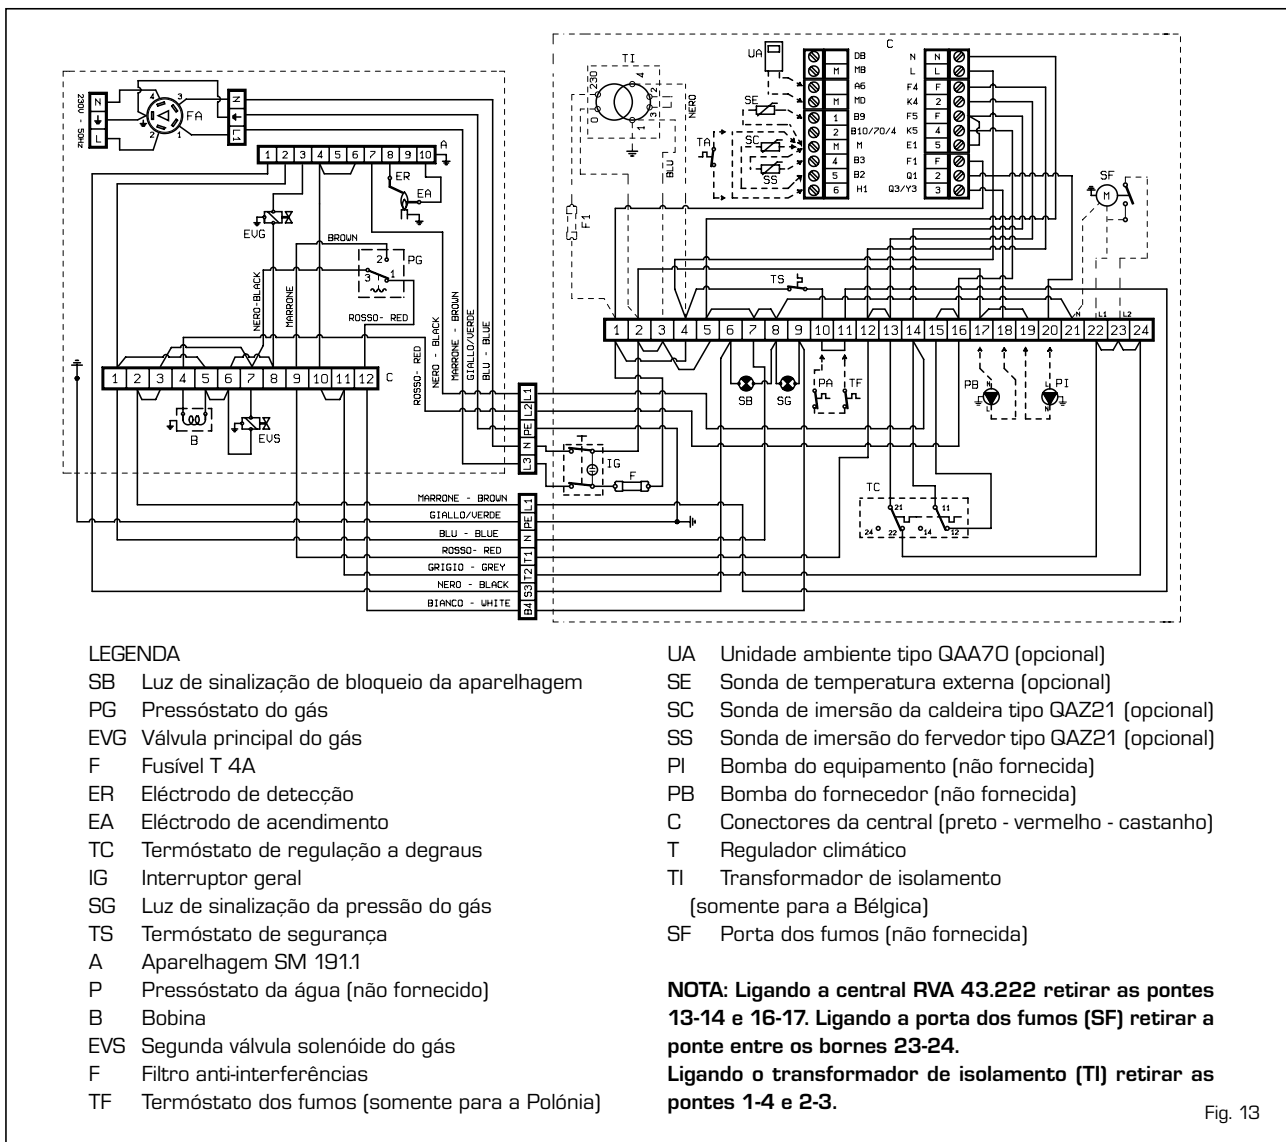
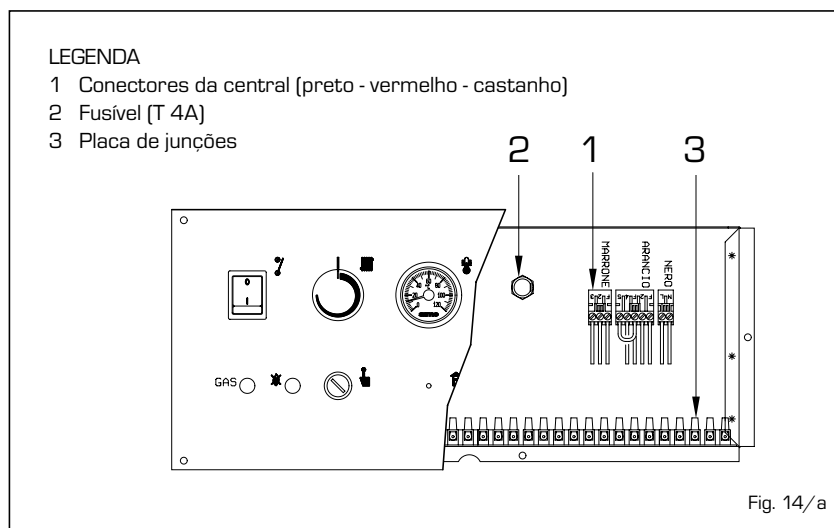

Fig. 13
Fig. 14/a
A alimentação deve ser efectuada com tensão monofásica 230V-50Hz por meio de um interruptor geral protegido por fusíveis com uma distância entre os contactos de pelo menos 3 mm (fig. 13).
Para a montagem da sonda de temperatura externa (SE) seguir as instruções que se encontram na embalagem dessa mesma sonda. Para efectuar as ligações eléctricas, consultar o esquema da fig. 13.
Está prevista no circuito eléctrico uma série de conectores para a instalação de uma central opcional, marcados com cores diferentes: preto, vermelho e castanho (fig. 14/a). Os conectores são polarizados de modo que não é possível inverter a sua ordem. Para instalar a central é necessário ligar esses conectores e retirar da placa de junções as pontes 13-14 e 16-17 (fig. 13). A central consente também a utilização de sondas e unidades de ambiente cujos conectores, polarizados e coloridos, se encontram num saco dentro do painel de comandos.